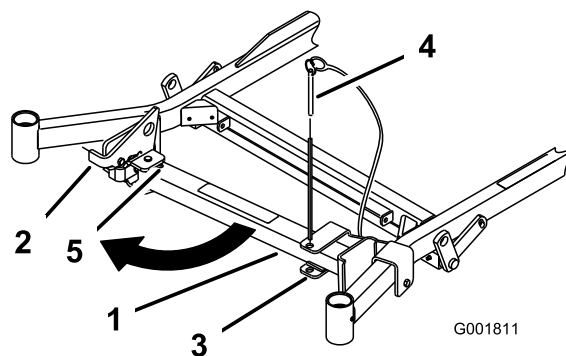
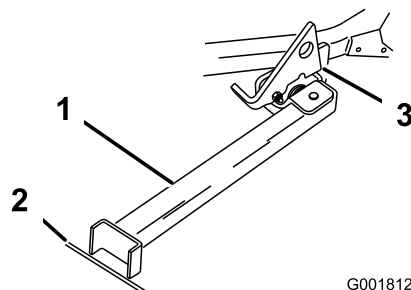

Figure 33
Figure 34
2. Retirez la goupille du support (Figure 33).
3. Soulevez le verrou. Dépliez le pied du support et poussez le support vers la machine dans la base de la fente (Figure 33 et Figure 34).
6. Posez le pied du support sur le sol et appuyez le verrou sur la languette de pivot (Figure 34).
Remarque: Pour obtenir de meilleurs résultats, placez le pied du support dans des fissures du trottoir ou du gazon (Figure 34).
8. Montez la machine sur le support. Arrêtez-vous quand le verrou retombe sur la languette en position verrouillée (Figure 34). Une fois la machine en place sur le support, serrez le frein de stationnement et coupez le moteur.
7. Ramenez le support à sa position de repos (Figure 33).